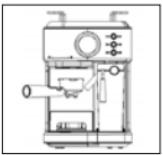

Рис. 2
- Вставьте один из фильтров для кофе (21 или 22) в держатель фильтра (20), совместив выступ на фильтре (21 или 22) с прорезью в держателе фильтра (20) и поверните фильтр (21 или 22) по/против часовой стрелки. Во время подготовки кофеварки к работе не засыпайте молотый кофе в фильтр (21 или 22).
- Установите держатель фильтра (20) в место установки «» и поверните ручку (4) вправо до упора «» (рис. 2, 3, 4).
- На решётку (2) установите подходящую по высоте и объёму чашку, не менее 300 мл.
- Ручкой регулировки угла наклона трубы капучинатора (14) направьте трубку капучинатора (15) в установленную чашку.